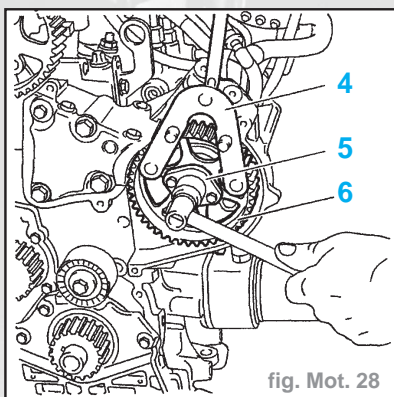

fig. Mot. 28
- Poser l'outil (5) 6028-T (fig. Mot. 28).